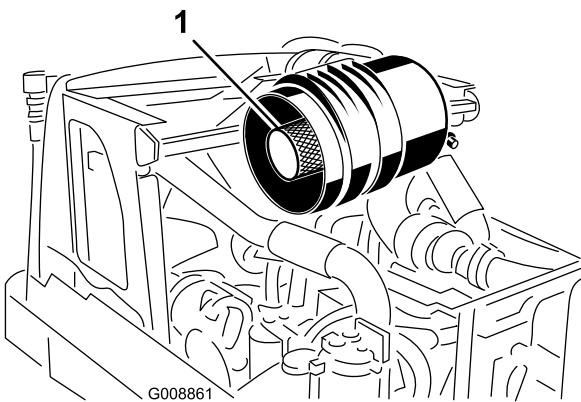

Bild 55
beschädigtes Element. Entfernen Sie **nicht** den Sicherheitsfilter (Bild 55).
**Wichtig:** Versuchen Sie nie, den Sicherheitsfilter zu reinigen (Bild 55). Tauschen Sie den Sicherheitsfilter bei jeder dritten Wartung des Hauptfilters aus.